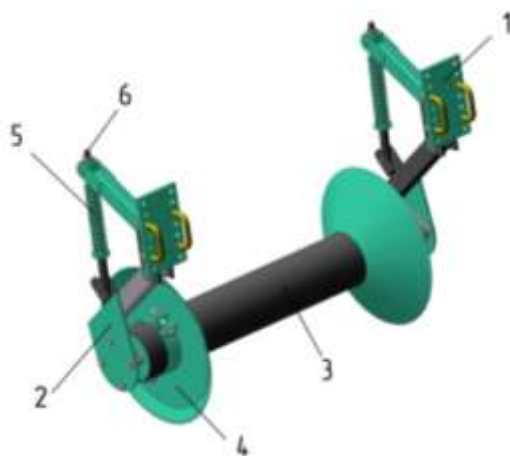

Рисунок 13 – Каток (вариант поставки)
3.12 Каток (рисунок 13) выравнивает гребнистость и уплотняет грядку. Состоит из кронштейна 1 для подвеса на центральную балку рамы, двух кронштейнов катка 2 между которыми закреплен вал 3 с двумя конусами 4. Кроме этого имеется предохранительный механизм 5 который прижимает каток к почве и гасит удары от посторонних предметов или неровностей, попадающих под каток. Натяжение пружины регулируется гайкой натяжной 6. Высота катка регулируется путем смещения подвеса по отверстиям в пластине кронштейна 1.